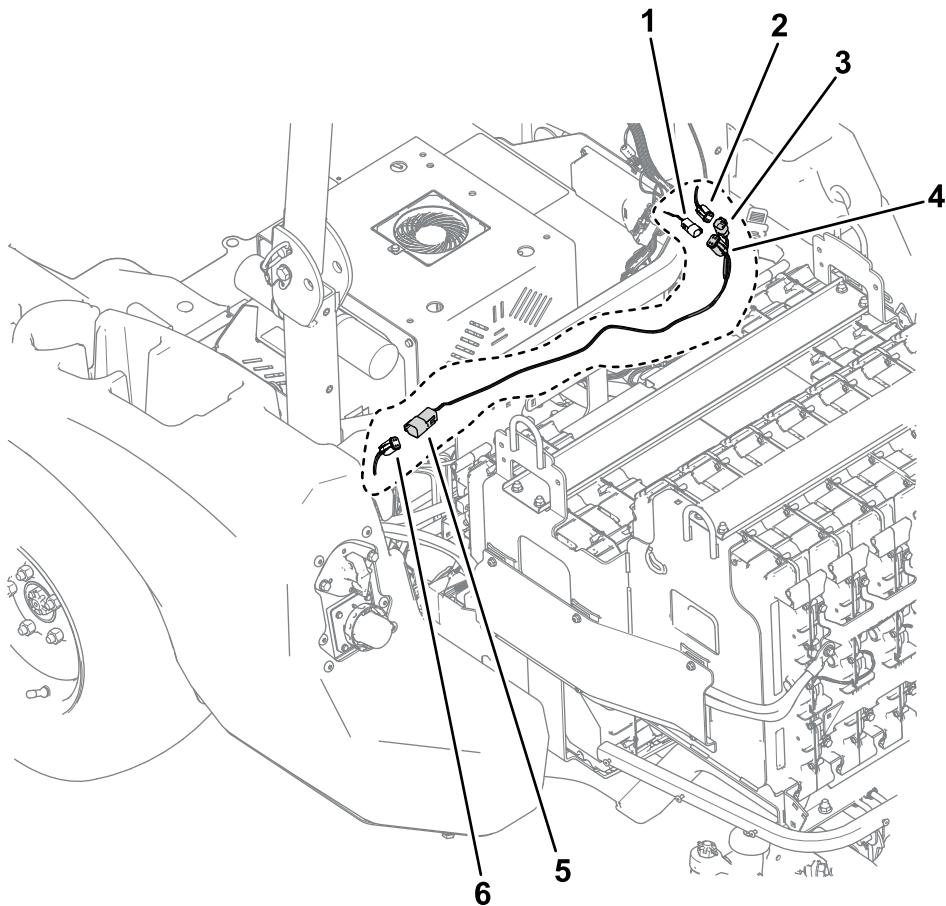

Bild 9
1. Öffnen Sie die Motorhaube und montieren Sie den Steckverbinder für den Sonnendachkabelbaum mit der Bezeichnung P08-WORK LIGHT KIT POWER am Stecker für die Kabelbaumbrücke mit der Bezeichnung P02-To SUNSHADE HARNESS (Bild 9).
2. Montieren Sie den Steckverbinder für die Kabelbaumbrücke mit der Bezeichnung P03-To MAIN HARNESS am Steckverbinder des Maschinenkabelbaums mit der Bezeichnung P19-WORK LIGHT KIT POWER (Bild 9).
3. Führen Sie den Steckverbinder für die Kabelbaumbrücke mit der Bezeichnung P01-To EXPANSION PORT entlang des Maschinenkabelbaums auf der linken Seite der Maschine und montieren Sie ihn am Steckverbinder mit der Bezeichnung P17-EXPANSION PORT (Bild 9).